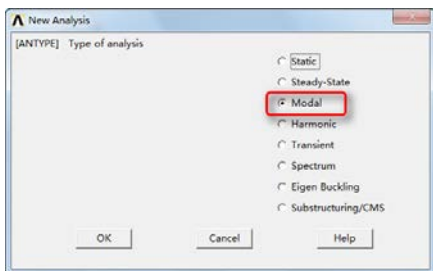

图 10-29 “New Analysis”对话框
- ⑤选择所有节点: Utility Menu > Select > Everything。
- ⑥保存数据: 单击菜单栏上的 SAVE_DB 按钮。
- ⑦设定分析类型: Main Menu > Solution > Analysis Type-New Analysis, 弹出如图 10-29 所示的“New Analysis”对话框, 选中“Modal”选项, 单击“OK”按钮。
⑤读取下一阶振型：Main Menu > General Postproc > Read Results > Next Set，读入下一阶振型的数据。
⑥重复③和④步骤可显示和关闭显示第二阶振型的动画。重复⑤和⑥步骤可显示和关闭显示第三阶、第四阶、第五阶等 10 阶振型的动画。
⑦退出求解器：Main Menu > Finish。
④ 求解公开电路频率。
①设定分析类型：Main Menu > Solution > Analysis Type > New Analysis，弹出如图 10-29 所示的对话框，选中“Modal”单选按钮，单击“OK”按钮。